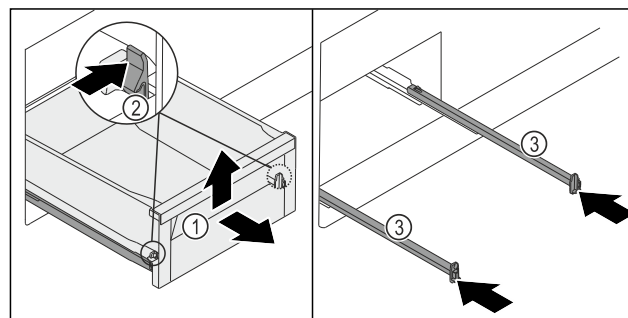

Fig. 124
- ▶ Schubfach Fig. 124 (1) bis zum Anschlag herausziehen.
- ▶ Klemme Fig. 124 (2) links und rechts gleichzeitig nach innen drücken.
- ▶ Schubfach Fig. 124 (1) löst sich von den Schienen.
- ▶ Schubfach Fig. 124 (1) vorne hochheben.
- ▶ Schubfach Fig. 124 (1) nach vorne entnehmen.
- ▶ Schienen Fig. 124 (3) einschieben.